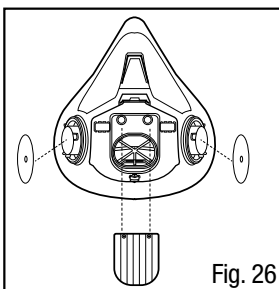

Fig. 26
4. Installer la nouvelle soupape d'exhalation 6583 3M^{MC} en insérant les tiges dans les deux trous jusqu'à ce qu'elles soient visibles de l'intérieur du masque, puis en tirant sur celles-ci jusqu'à ce qu'elles soient bien appuyées et fixées en place (Fig. 26).